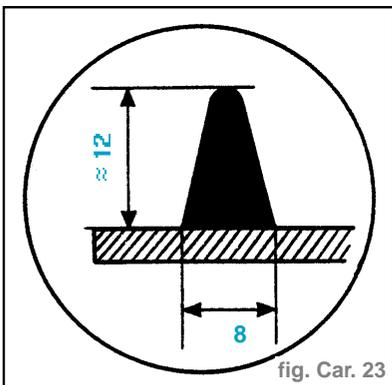

fig. Car. 23
- Le cordon doit être de forme triangulaire. (fig. Car. 23)